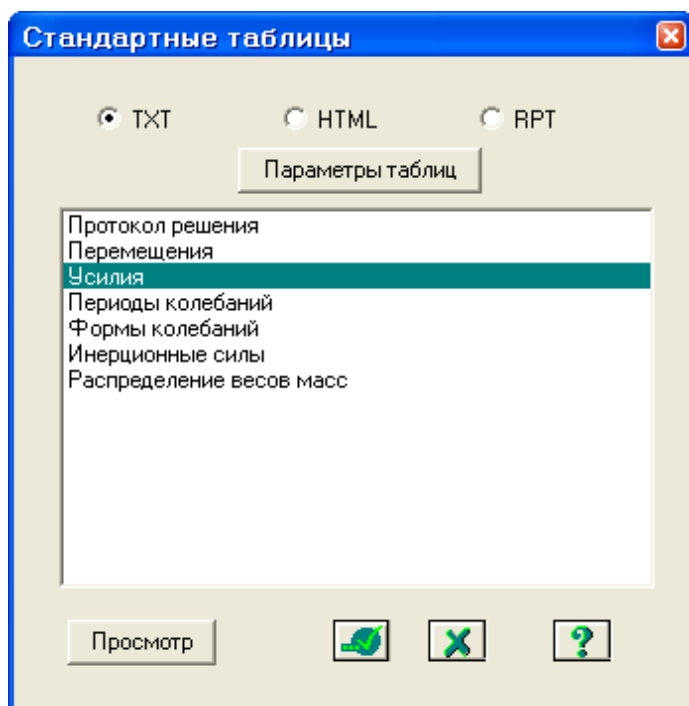

Рис.4.27. Диалоговое окно **Стандартные таблицы**
- После этого в диалоговом окне **Стандартные таблицы** (рис.4.27) выделите строку **Усилия**.